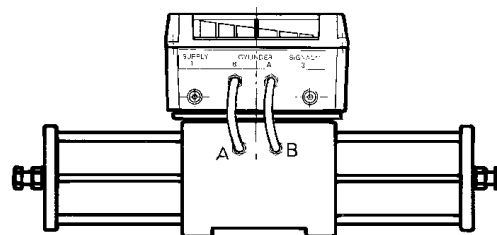

Рис. 5. Монтаж на привод NAF 791290 типоразмеров 1-3¹⁾ - прямое действие (D)
8. Подсоедините воздухопроводы к воздушным каналам цилиндров с обозначением «О-С» («Open-Close» = «Открытие – Закрытие»), как показано на Рис. 5, 6 или 7, в зависимости от того, какой привод и какой способ действия выбраны.